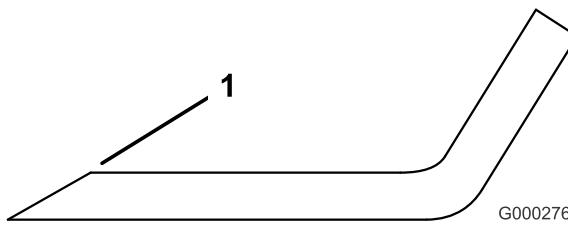

Figura 23
3. Inspecione as extremidades de corte de todas as lâminas. Afie as extremidades de corte se estas apresentarem sinais de desgaste ou ranhuras. Afie apenas o lado superior da parte cortante e mantenha o ângulo de corte original para garantir um desempenho eficaz da lâmina (Figura 23). A lâmina mantém o equilíbrio se for retirada a mesma quantidade de metal de ambas as partes cortantes.